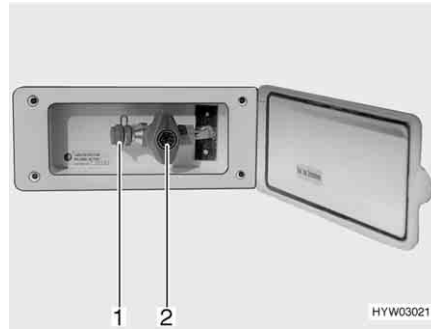

Bild 124 Externer Gasanschluss, Gasabsperventil geschlossen
Der externe Gasanschluss (Bild 124) befindet sich je nach Modell am Heck oder auf der linken bzw. rechten Fahrzeugseite.
- Externes Gasgerät an der Anschluss-Stelle (Bild 124,1) anschließen.
- Das Gasabsperventil (Bild 124,2) öffnen.